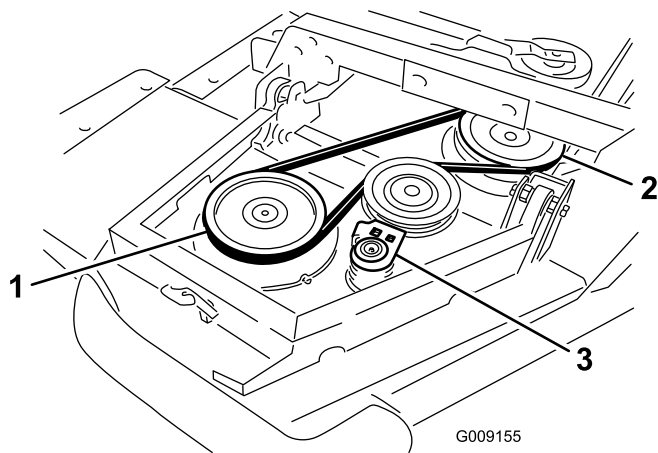

Bild 5
- A. Legen Sie den Riemen um die Riemenscheibe der Flügelspindel und die Riemenscheibe der Frontmäherwerkspindel (Bild 5).
- B. Schieben Sie die Spannscheibe mit einem Schraubenschlüssel oder einem ähnlichen Werkzeug von den Scheiben (Bild 5).